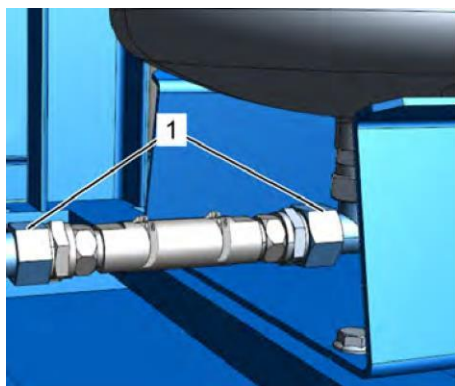

Рис. 52: Анод протекторной защиты
4. ➤ Последовательно отсоедините два резьбовых соединения перед анодом протекторной защиты (Рис. 52/1).
11. ➤ Закрутите два резьбовых соединения перед анодом протекторной защиты (Рис. 52/1).